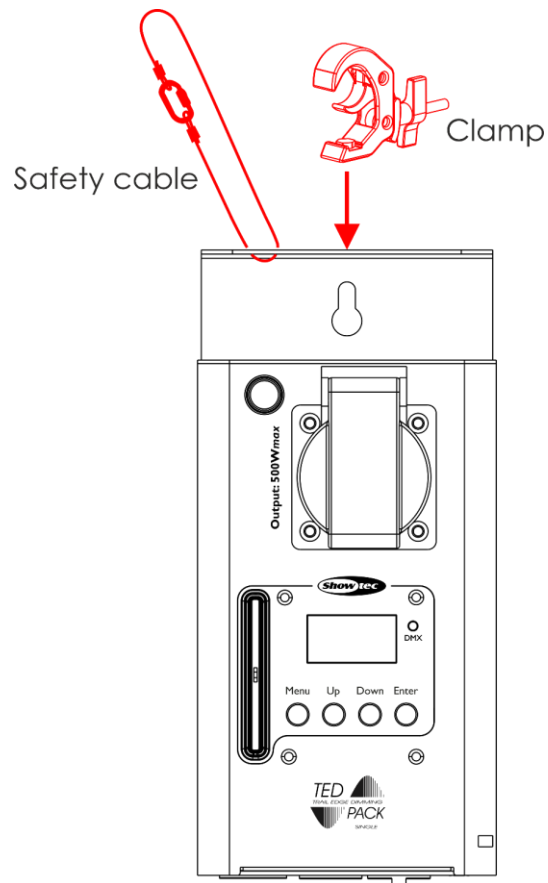

Abb. 07
- 01) Befestigen Sie das Gerät mit einer Halbkupplung an der Tragstruktur, wie in Abb. 07 dargestellt. Stellen Sie sicher, dass sich das Gerät nicht frei bewegen kann.
- 02) Sichern Sie das Gerät mit einer Sekundäraufhängung, z. B. einem Sicherheitskabel. Stellen Sie sicher, dass die Sekundäraufhängung das 10-fache Gewicht des Geräts tragen kann. Wenn möglich, sollte die Sekundäraufhängung unabhängig von der Primärhalterung an der Tragstruktur befestigt werden. Führen Sie das Sicherheitskabel durch den **Sicherheitsring (13)** wie in Abb. 07 gezeigt.